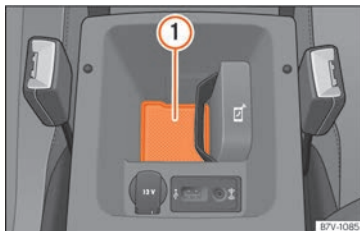

**Fig. 232** Alojamiento para la conexión del teléfono móvil a la antena exterior del vehículo situado dentro del reposabrazos central delantero.
Para la conexión a la antena exterior del vehículo, el teléfono móvil tiene que estar en la superficie de alojamiento » **fig. 232 ①**.